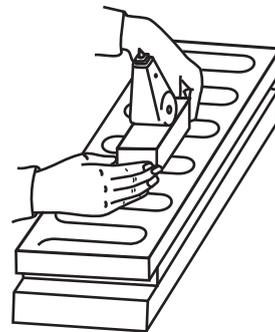

Fig. 3
- b) Monte el soporte en el plato magnético y fíjelo moviendo la palanca del plato hacia la derecha.(Fig. 3)